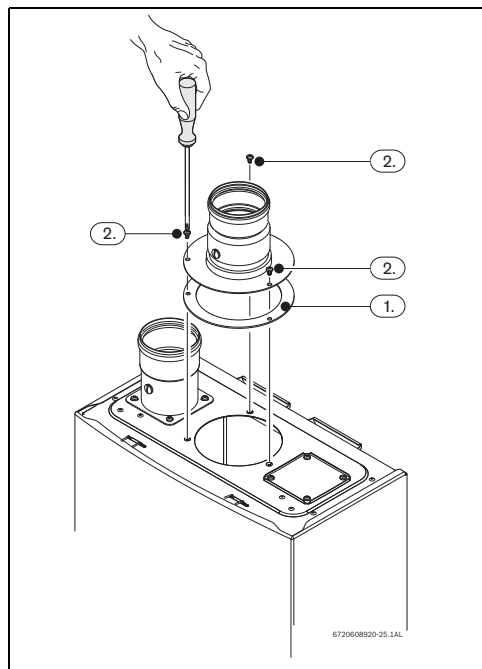

Fig. 24
- ▶ Colocar el vedante entre el aparato y el accesorio, consultar la Fig. 24, [1].
- ▶ Apretar los 3 tornillos del accesorio de evacuación, consultar la Fig. 24, [2].
1) Consultar la fig. 24.